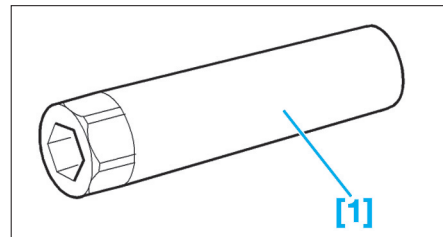

FIG. 29
- [1]. Douille longue pour le déposer d'un porte-injecteur (Fig.29).